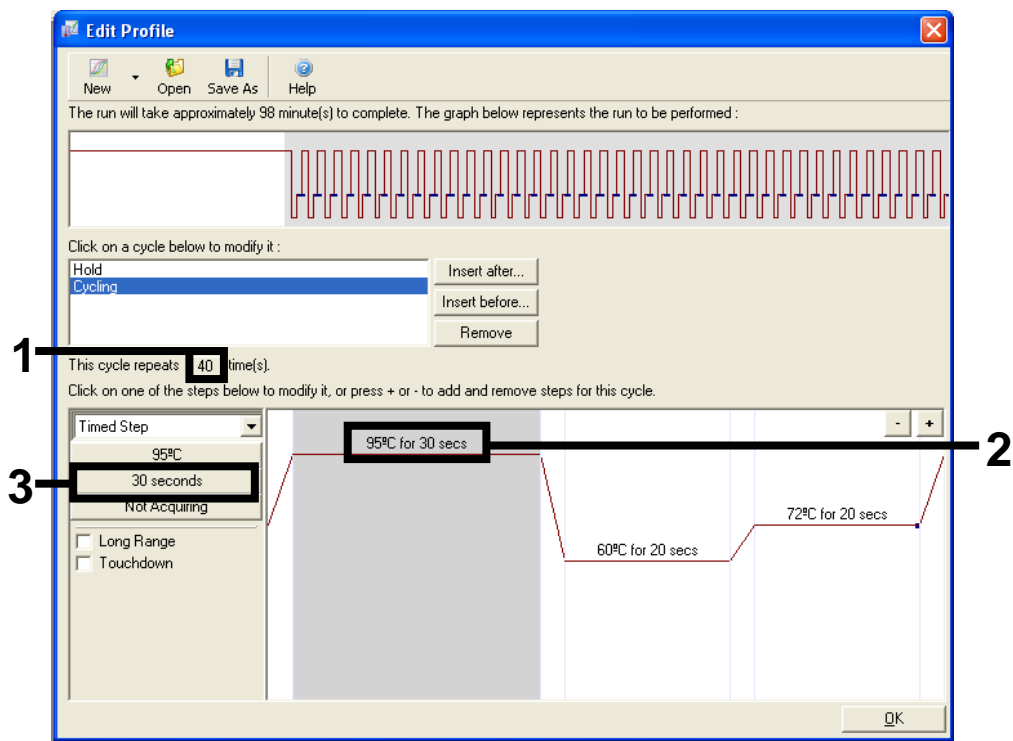

Figura 26. Paso de ciclado a 95 °C. 1 = casilla "Cycle repeats" (Repeticiones de ciclo), 2 = paso uno: ajuste de temperatura, 3 = paso uno: ajuste de tiempo.
8. Ajuste el número de repeticiones de ciclo en 40. Seleccione el primer paso y establezca el valor en 95°C for 30 secs (95 °C durante 30 s) (figura 26).